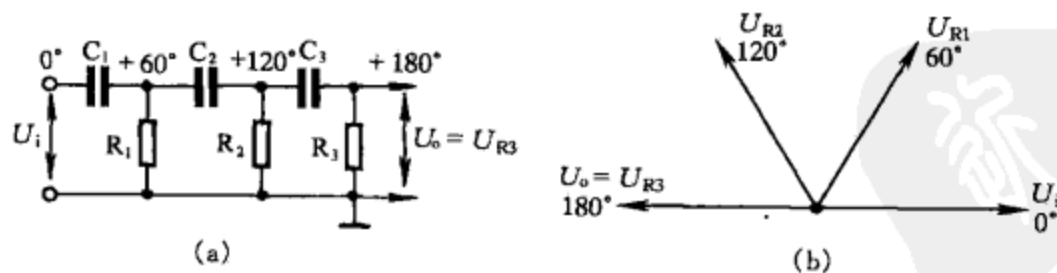
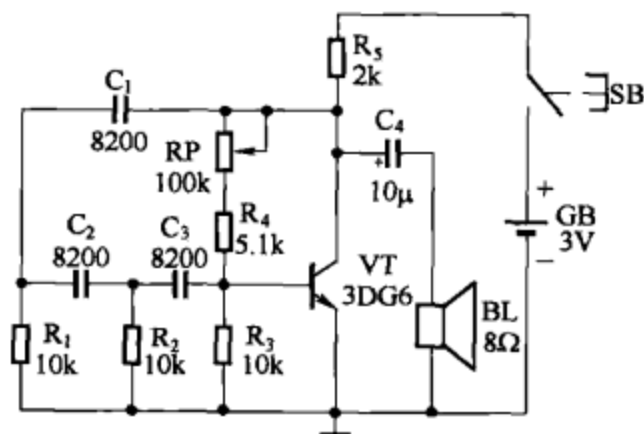

图 1-62
图 1-63
(3) 当需要的相移角超过 90° 时，可用多节移相网络来实现。图 1-62 (a) 所示为 3 节 RC 移相网络，每节移相 60° ，3 节共移相 180° ，图 1-62 (b) 所示为其矢量图。该移相网络可用于晶体管 RC 振荡器，如图 1-63 所示，振荡频率 $f = \frac{1}{2\pi\sqrt{6RC}}$ 。